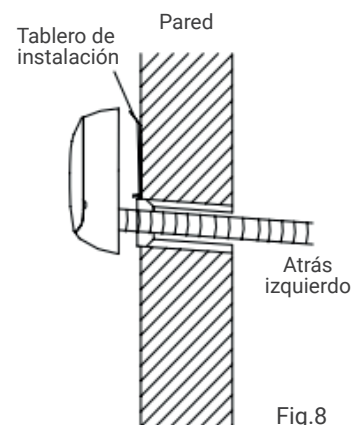

Fig.8
- Monte la unidad interior en los dos ganchos en la parte superior de la placa de instalación. (Consulte la Fig. 8).